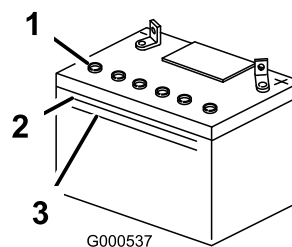

Figure 43
2. Observez le côté de la batterie. Le niveau de l'électrolyte doit atteindre le trait supérieur (Figure 43). Le niveau d'électrolyte ne doit pas descendre au-dessous du trait inférieur (Figure 43).
3. Enlevez les bouchons d'aération de la batterie (Figure 43)
4. Versez de l'eau distillée avec précaution dans chaque élément jusqu'au repère supérieur (Figure 43) sur le côté de la batterie.
5. Attendez cinq à dix minutes après avoir rempli les éléments. Au besoin, ajoutez de l'eau distillée pour amener le niveau jusqu'au repère supérieur sur le côté de la batterie (Figure 43).